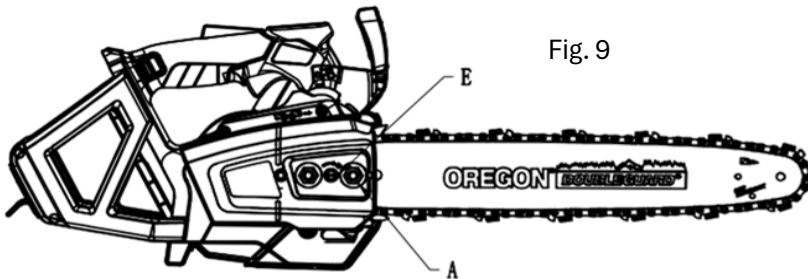

Fig. 9
6. Maintenez le nez du guide-chaîne vers le haut et tournez le dispositif de réglage (E) dans le sens des aiguilles d'une montre jusqu'à ce que la chaîne soit bien ajustée contre le dessous du guide. Serrez ensuite les écrous du couvercle (A) sans les bloquer pour fixer le couvercle de guide (Fig 9).